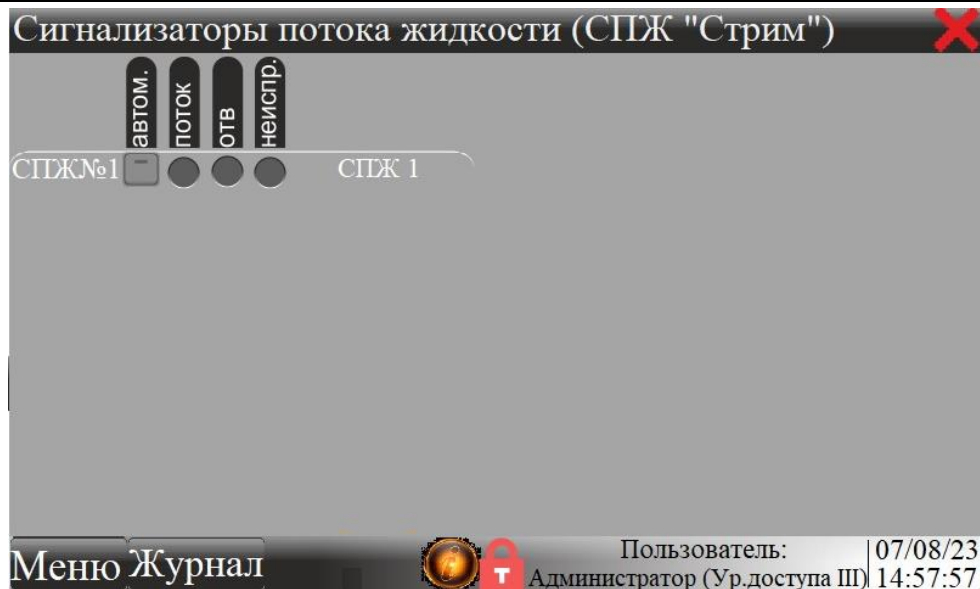

Рисунок 5 – Окно «СПЖ»
8.7 При нажатии кнопки «Насосы» откроется окно с отображаемой информацией о состоянии насосов - рисунок 5.
8.8 При нажатии кнопки «СПЖ» откроется всплывающее окно с отображаемой информацией о состоянии СПЖ - рисунок 5.